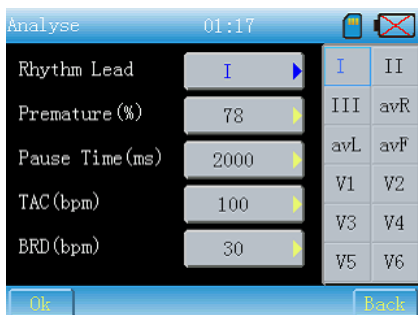

Fig. 7-21
(1) Rhythm lead (Derivazione del ritmo): premere pulsante di fronte alla voce per visualizzare l'interfaccia mostrata in Fig.7-21